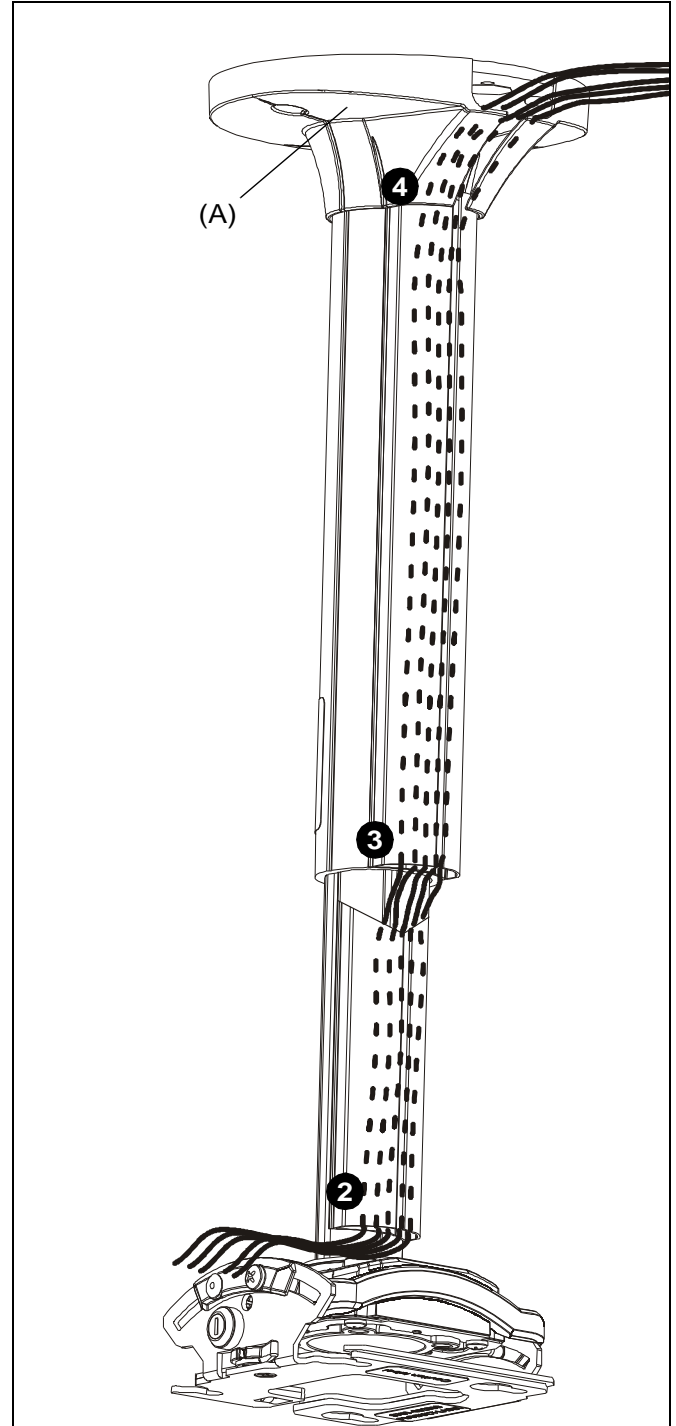

Figure 28
2. Faites passer les câbles à travers le cache-câble inférieur. (Voir la Figure 28)
3. Faites passer les câbles à travers le cache-câble supérieur. (Voir la Figure 28)
4. Faites passer les câbles à travers le couvercle de la plaque de fixation au plafond (A). (Voir la Figure 28)